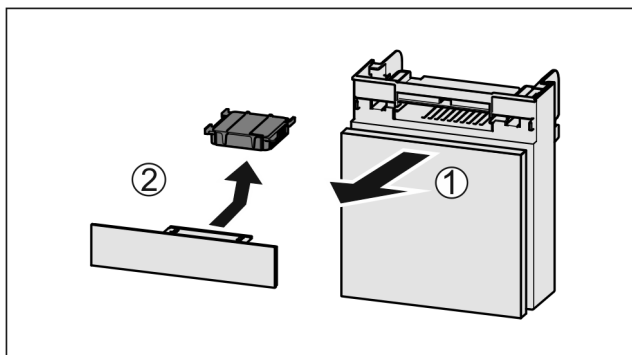

Fig. 136
- Wyciągnąć Fig. 136 (1) komorę do przodu.
- Wyjąć Fig. 136 (2) filtr z węglem aktywowanym.